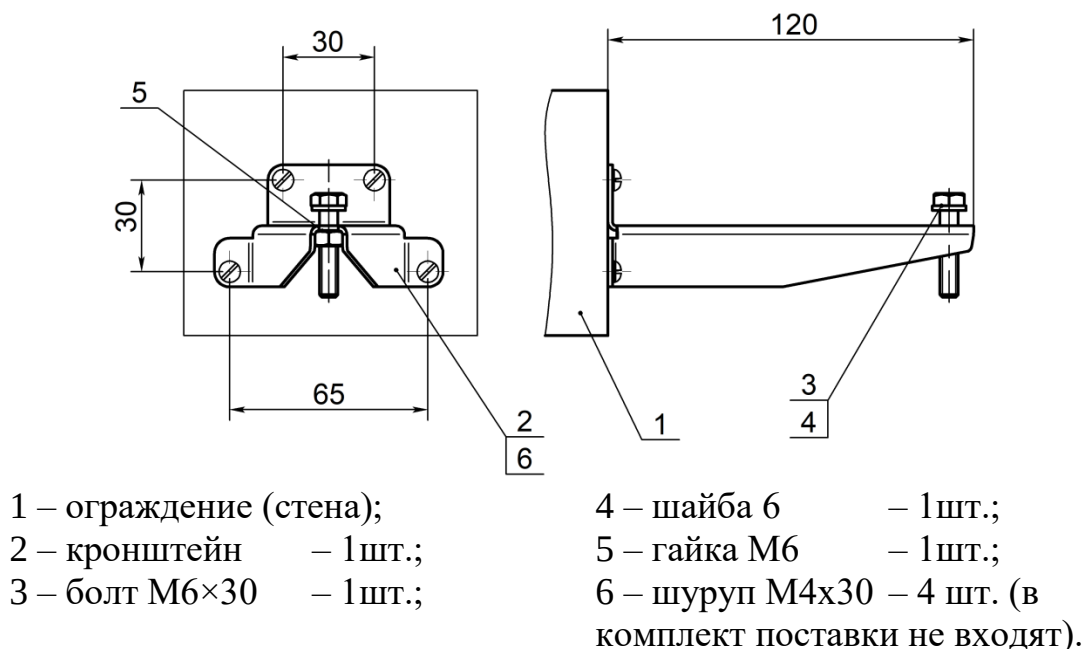

Рисунок 6.2 – Кронштейн с выносом 120 мм для установки извещателя на стену.
6.1 Внешний вид извещателя и установка его на опоре изображены на рисунке 6.1 (на стене – рисунок 6.2). Конструкция извещателя представляет собой одноблочный корпус в пыле-брызгозащищенном исполнении. Несущей конструкцией блока является основание 4. На основании 4 расположены микрополосковая антенна и плата обработки сигнала с инфракрасным пассивным датчиком. Антенна и плата закрыты радиопрозрачным кожухом 5 с вмонтированной в него линзой Френели 15. В нижней части кожуха имеются два отверстия для предотвращения образования конденсата внутри блока. Для доступа к органам настройки и индикации необходимо снять крышку 6. Подключение извещателя к приемно-контрольному прибору производится с помощью кабеля 8, пропущенного через кабельный ввод 7 и трубу гофрированную 12.